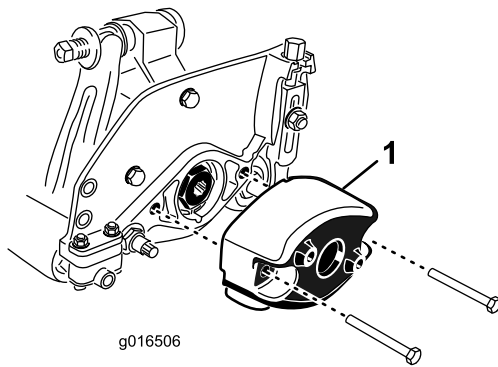

Figura 9
- Retire los 2 pernos que fijan el contrapeso al extremo izquierdo de la unidad de corte. Retire el contrapeso (Figura 9).
contrapeso con los pernos retirados anteriormente (Figura 9). Apriete los tornillos a 16–20 N·m.